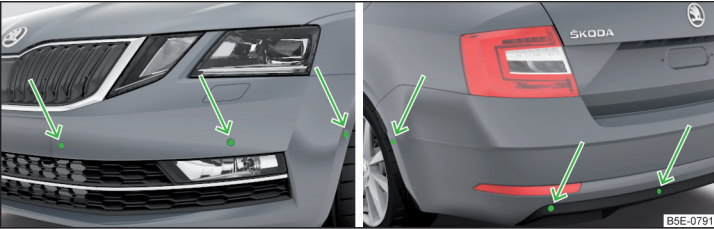

Fig. 241 Locul de amplasare al senzorilor de pe partea stângă a autovehiculului: față/spate
- Mențineți senzorii sistemului » fig. 241 la pagina 222 curați, fără zăpadă sau gheață și nu îi acoperiți cu niciun fel de obiecte, pentru a nu limita funcționarea sistemului.
Sistemul calculează cu ajutorul undelor de ultrasunete distanța dintre bara de protecție și un obstacol. Senzorii cu ultrasunete se găsesc în bara de protecție spate, respectiv și în bara de protecție față, în funcție de dotarea autovehiculului » fig. 241.